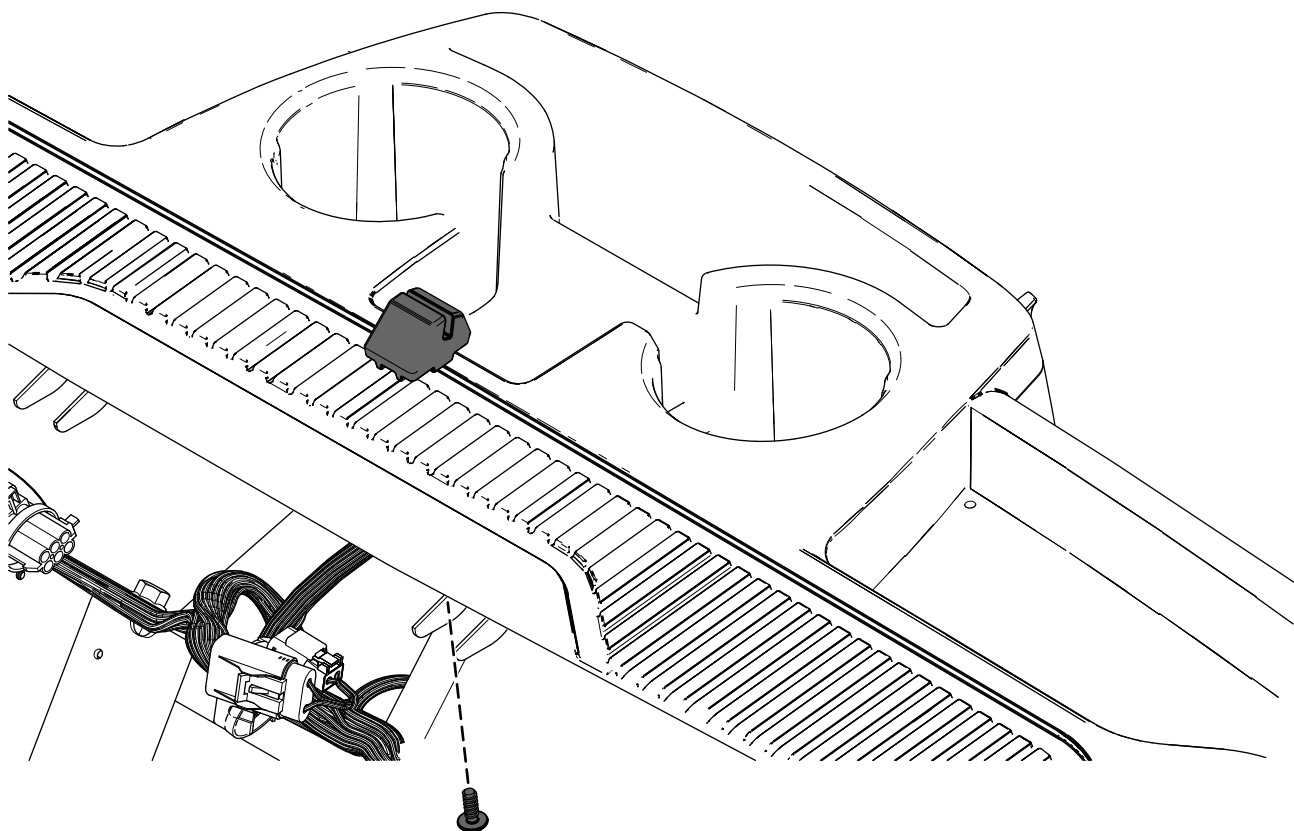

**Figura 2**
3. Fixe o suporte intermédio do parabrisas à abertura no tablier usando o parafuso delta-point (Figura 2).